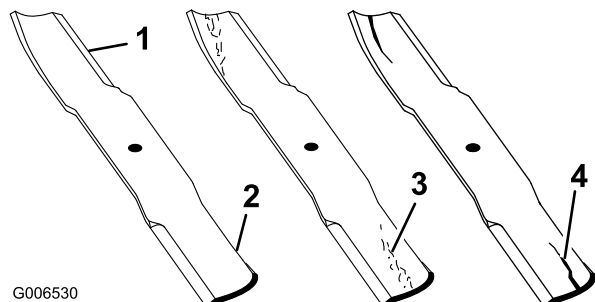

Figure 93
1. Examinez le tranchant des lames (Figure 93).
- Remplacez immédiatement toute lame fendue, usée ou qui présente une entaille (Figure 93).